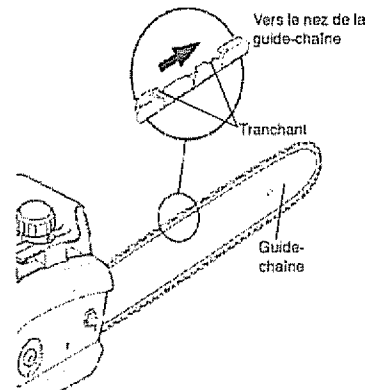

Figure 4 - Sens de la chaîne
- 3 Faire tourner le dispositif de retenue du guide-chaîne de façon qu'il soit parallèle à l'encoche du guide-chaîne (voir la Figure 4).
- 4 Installer le guide-chaîne sur le corps de la scie. Insérer l'encoche centrale du guide-chaîne sur le boulon et sur le dispositif de retenue du guide-chaîne. *Note* : S'assurer que la tête du dispositif de retenue passe bien à travers l'encoche du guide-chaîne, comme illustré dans la Figure 4.
- 6 Faites passer la chaîne autour du pignon d'entraînement, dans la rainure du guide-chaîne, puis autour de l'extrémité du guide-chaîne. *Note* : Assurez-vous que les « couteaux » de la chaîne sont orientés dans la direction appropriée. Placez la chaîne de sorte que les couteaux sur le dessus du guide-chaîne pointent en direction de l'extrémité de ce dernier (voir la Figure 4 et l'indicateur sur le couvercle latéral de la tronçonneuse)